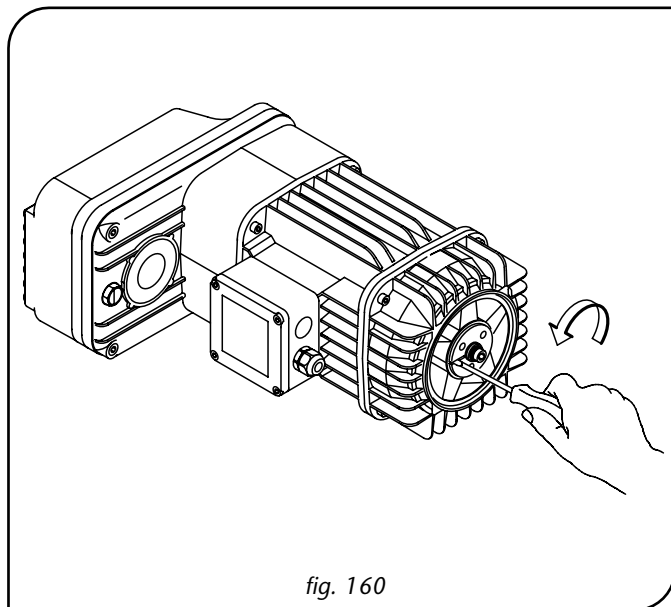

fig. 160
3. Enlever la douille du billot en la débloquent, agir avec un tournevis dans l'entaille si cela est nécessaire (fig. 160)